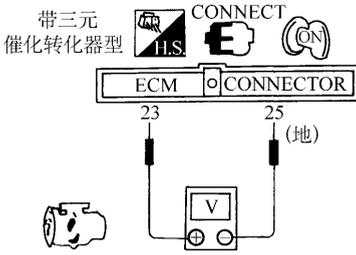
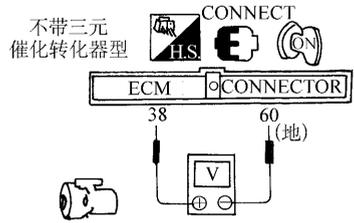

图 4-49 检查 ECM 端子 23 和 25 (地) 间的电压
图 4-50 检查 ECM 端子 38 和 60 (地) 间的电压
- ①加速踏板全松开时，电压约为 0.35 ~ 0.65V。
- ②电压随加速踏板下而线性升高。
- ③加速踏板踩到底下，电压约为 4V。
(2)不用测试器。起动发动机，充分预热，点火开关转至“OFF”，等待至少 3s，点火开关转至“ON”，检查 ECM 端子 23 和 25（地）（图 4-49）或 38 和 60（地）（图 4-50）间电压，核实下列各项。